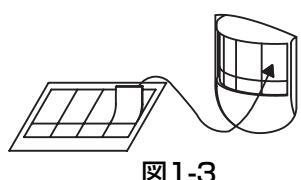

図1-3
- 不要な検知範囲の調整は、検知エリアカットツールを、検知部に貼付けて行ってください。(図1-3)
- ⑥ いったん壁スイッチをOFFにして、使い方にあわせて調整ツマミを設定してください。